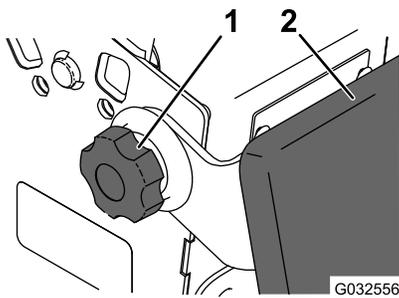

Figura 28
2. Desaperte os manípulos rotativos de cada lado da máquina (Figura 28).